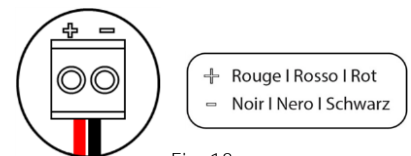

Fig. 13
①	Microprocessore
②	Contatti finestra
③	Uscite motori
④	Bus di espansione
Dispone di 2 morsetti a 2 pin per il collegamento delle uscite del motore ③. Fissare i cavi con le viti del morsetto rispettando il codice dei colori (Fig. 13).